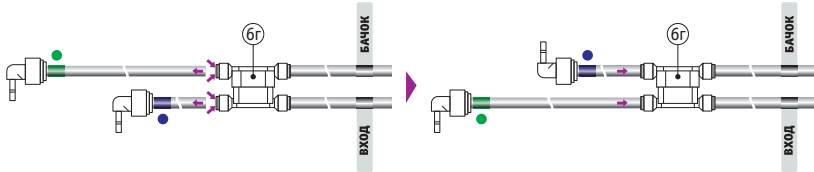

Рис. 5. Изменение направления трубок (часть 1)
- Извлечь (см. § 5.2) из переключателя потока (6г на Рис. 5) трубки, маркированные синим и зелёным кольцами, поменять их местами и вставить обратно в переключатель потока.